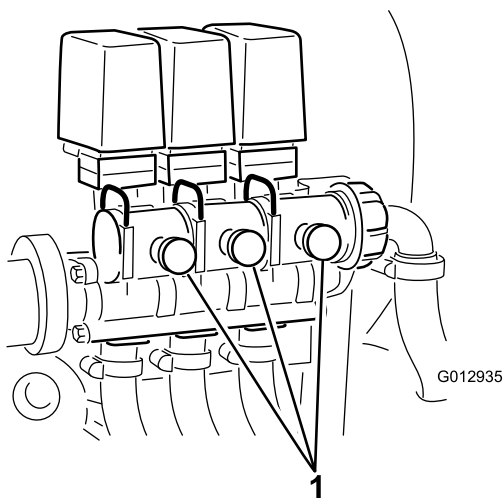

図 21
10. OFF にしたブームのブーム・コントロール・バルブの裏側についているバイパス・バルブ（図 21）を使って、上記手順7で設定した水圧と同じ水圧に調整する。